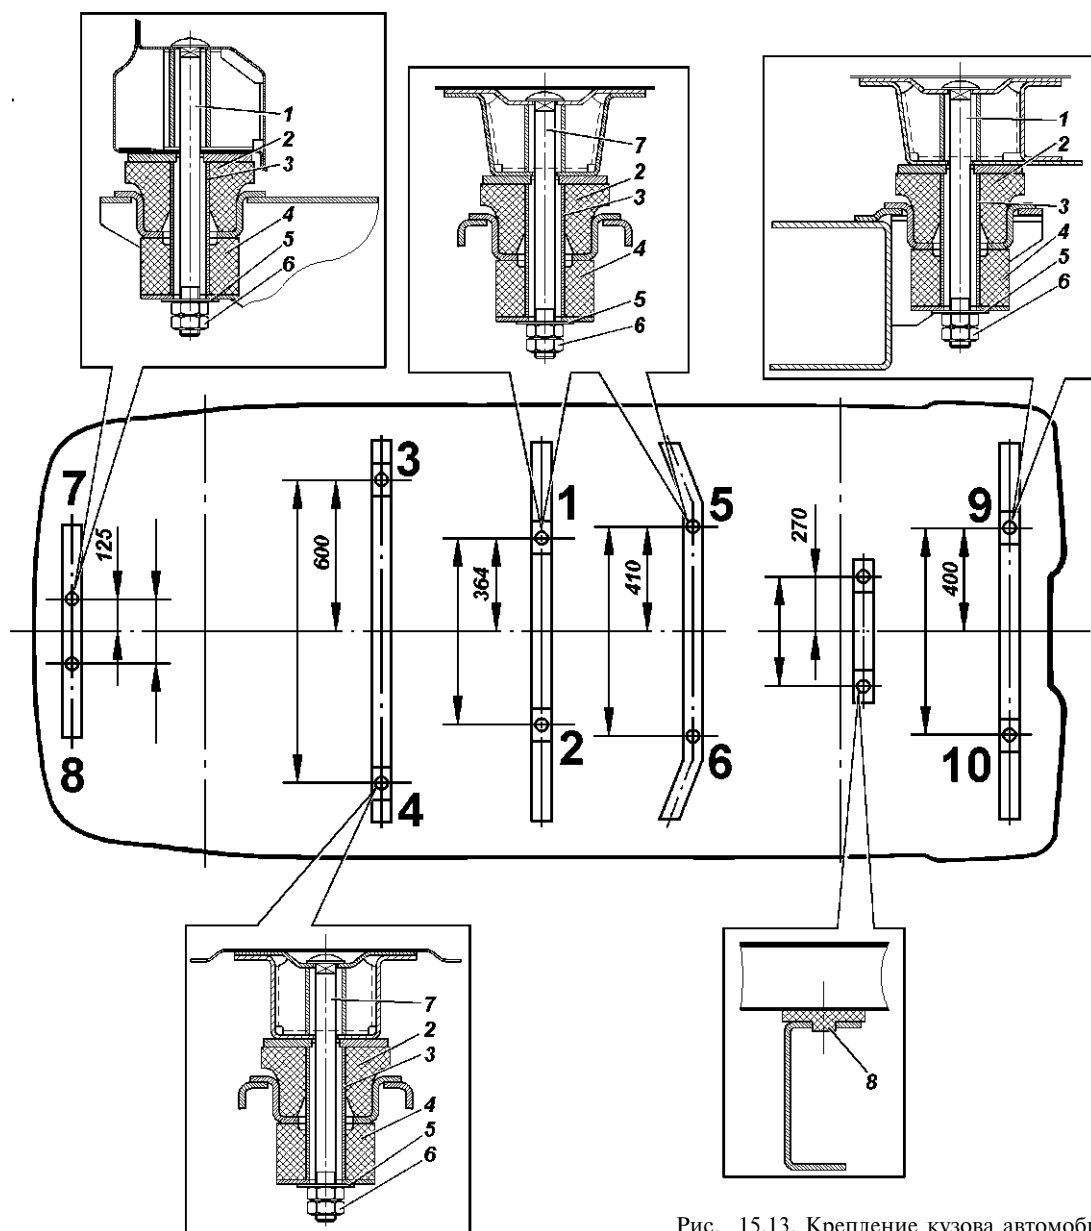

Рис. 15.13. Крепление кузова автомобиля:
Крепление кузова автомобиля к раме осуществляется в 10 точках (рис. 15.13). Кроме того, имеются две опорные точки, расположенные на поперечине рамы в зоне заднего пола кузова.
29. Отверните гайки крепления кузова к раме (см. рис. 15.13).